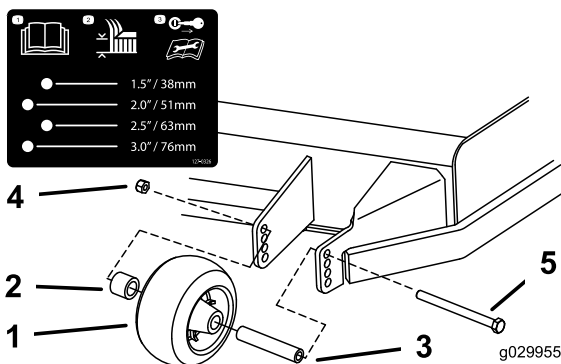

Bild 27
3. Stellen Sie die Antiskalpierrollen ein, wie in Bild 27 abgebildet.